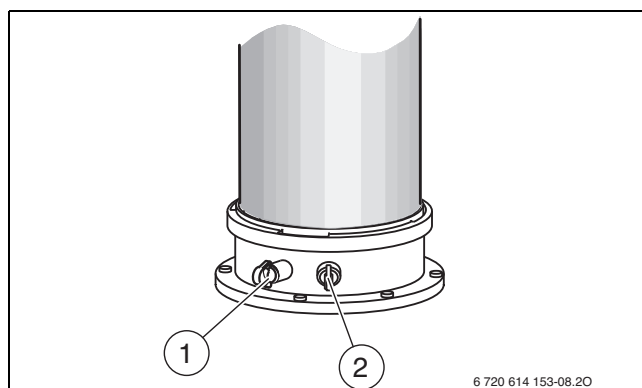

Рис. 79 Штуцер для измерения дымовых газов и штуцер для измерения воздуха для горения
- ▶ Снимите заглушку с измерительного штуцера дымовых газов [1] (→ рис. 79).